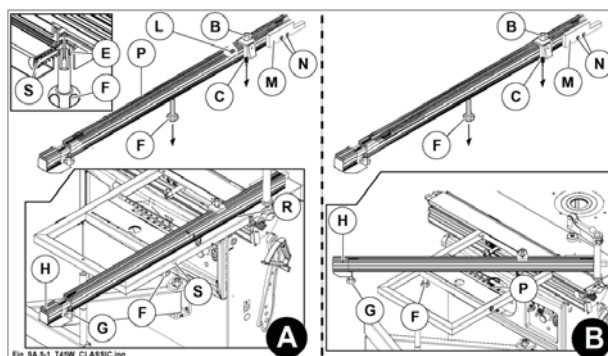

Fig. 9.5-1
- Posizionare la riga telescopica in modo da mandare il perno (C fig. 9.5-1) in battuta contro il lardone (L fig. 9.5-1).
- Posizionare la riga telescopica in modo da mandare il perno (E fig. 9.5-1) in battuta sul dispositivo (S fig. 9.5-1).
- Serrare il pomello (F fig. 9.5-1).
- Per l'uso posizionare le battute (B fig. 9.5-1) facendo riferimento alla riga metrica (P fig. 9.5-1).
- Per l'uso posizionare la riga facendo riferimento alla targhetta (P fig. 9.5-1). Serrare il pomello (F fig. 9.5-1).
La riga è dotata di una estensione estraibile a canocchiale (H fig. 9.5-1) la quale se necessita si può allungare dopo aver allentato il pomello (G fig. 9.5-1). Quando il paraschegge (M fig. 9.5-1) si usura, avvicinarlo alla lama sega allentando le due viti (N fig. 9.5-1).